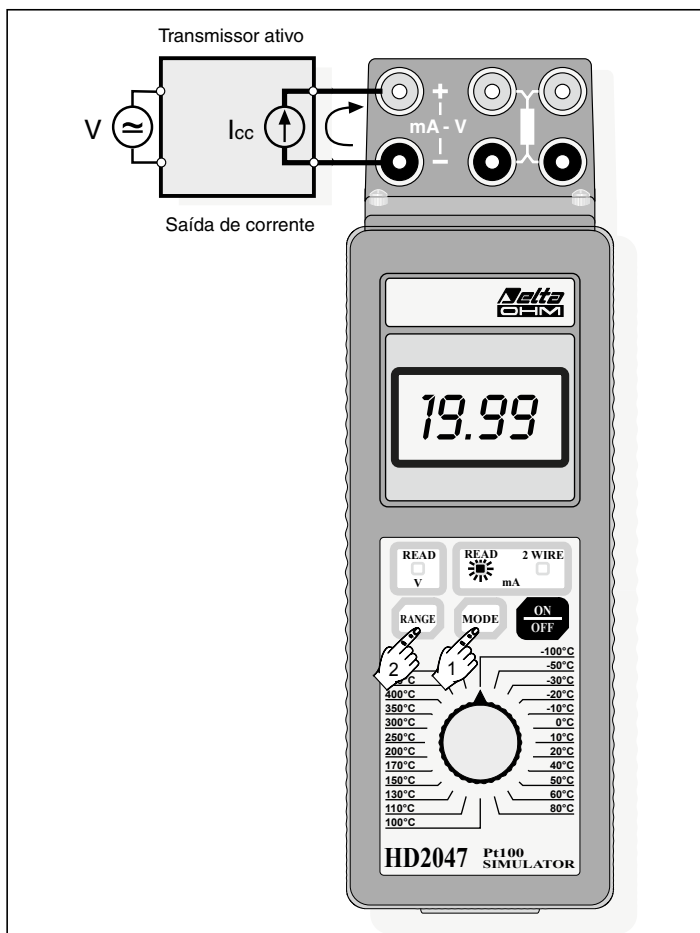

Fig. 2 Medição de corrente contínua.
Modo de operação (vide Fig. 2):
- conecte os fios aos soquetes, conforme mostrado na Fig. 2, observando a polaridade correta. Para ser medida, a corrente precisa ser fornecida pelo soquete positivo (+);